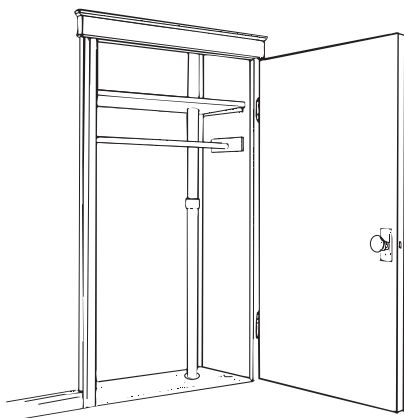

FIGURE 21
**Garde-robes.** Dans certaines résidences, un garde-robe à l'étage est situé directement au-dessus d'un garde-robe du rez-de-chaussée. Il est alors facile de faire passer le tuyau d'un étage à l'autre en passant par ces garde-robes. Dans de tels cas, le tuyau passe souvent directement dans le garde-robe, sans être intégré au mur. Consultez la figure 21.